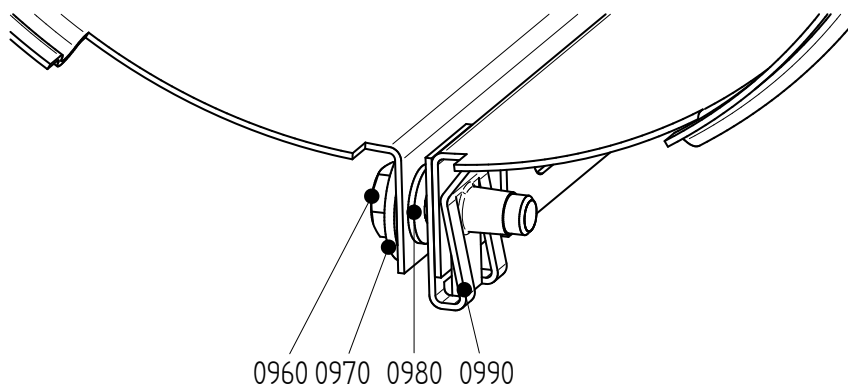

Figura 10: Instalación de la cubierta.
- 1 Afloje los pernos (0960). Consulte figura 10.
- 3 Cierre la cubierta y coloque un tornillo (0960). Consulte figura 10.
- 5 Cierre la cubierta y coloque un tornillo (0230) y un tornillo (0960). Consulte figura 10.